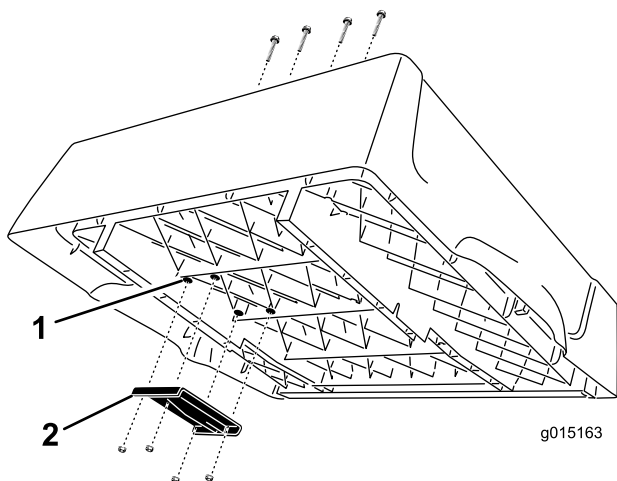

Bild 3
1. Ermitteln Sie die vier Ansätze unten an der Pritsche an der rechten Seite (Bild 3). Bohren Sie mit einem Bohrer und einer Bohrspitze von 9,5 cm (3/8") vorsichtig durch die Ansätze, um vier Löcher in den Boden der Ladepritsche zu bohren.
2. Befestigen Sie die obere Hubhalterung mit vier Kreuzschrauben ((3/8 x 2-1/2 Zoll)) und Bundsicherungsmuttern (Arretierung) ((3/8 Zoll)) an der Unterseite der Pritsche. Positionieren Sie die Halterung wie in Bild 3 dargestellt.